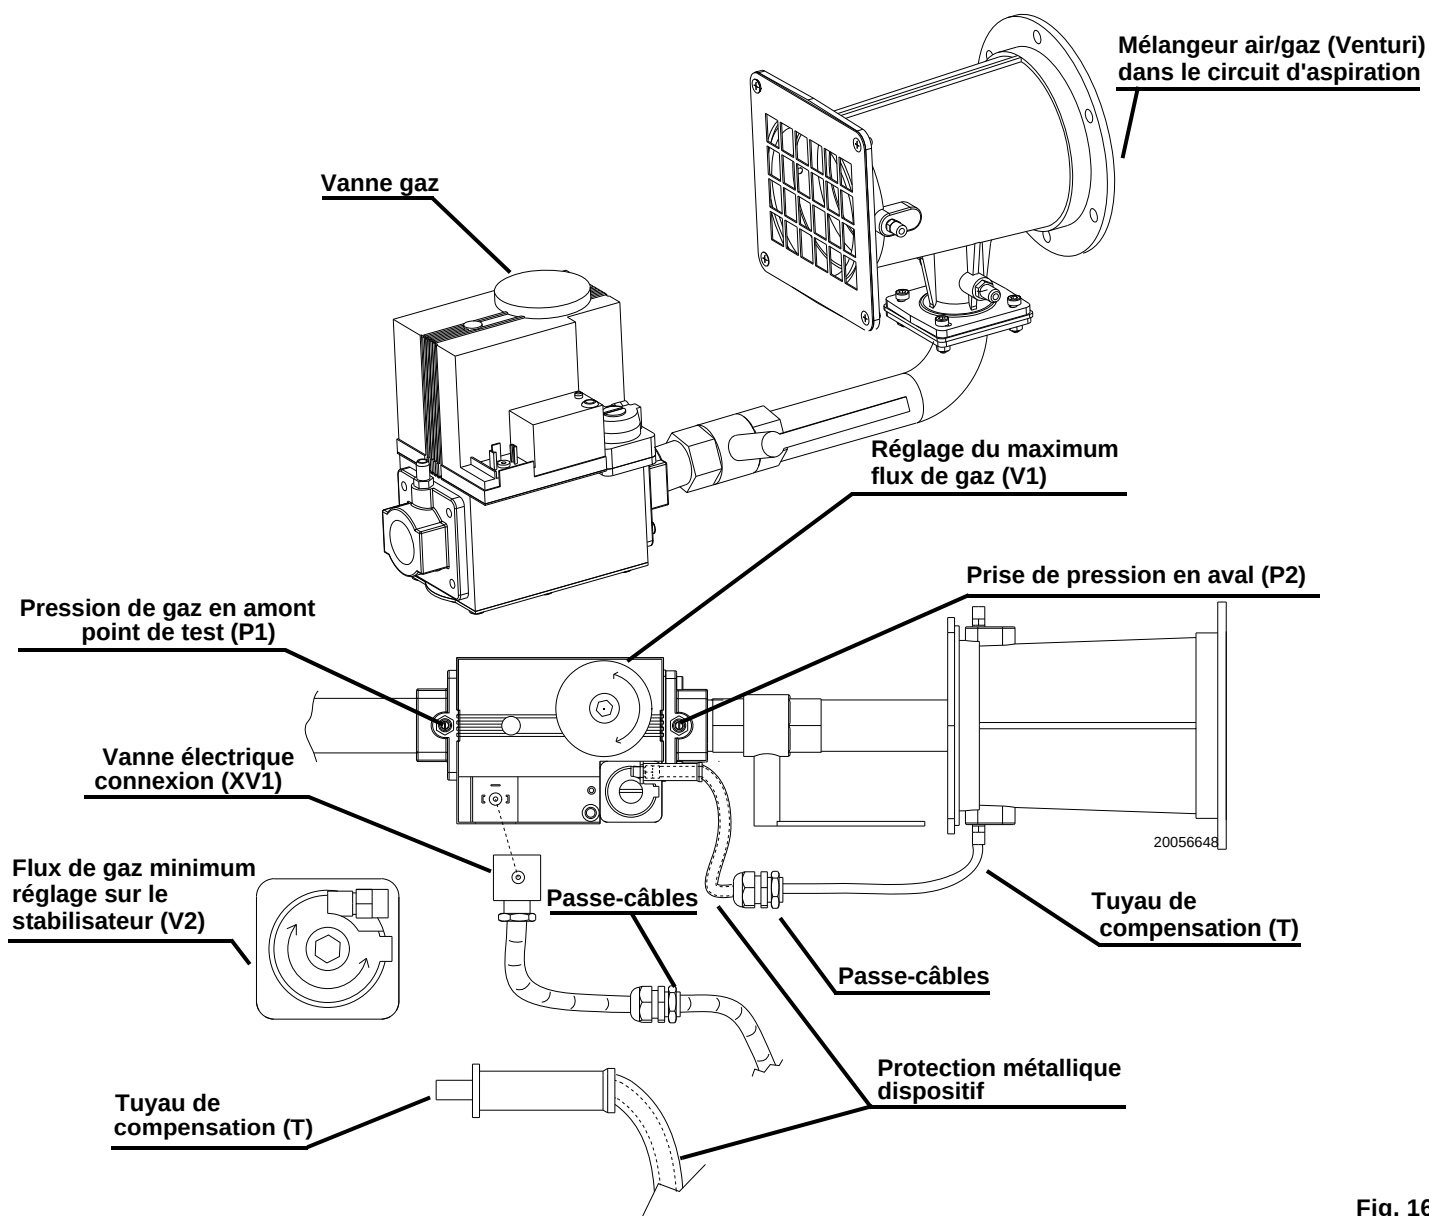

Fig. 16
- purger l'air des tuyaux de gaz en utilisant la vis sur la douille P1)(Fig. 16, page 22);